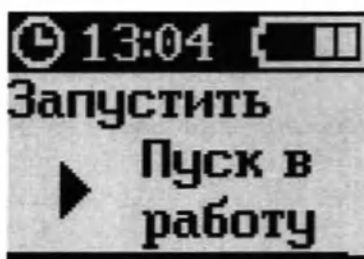

Рисунок 15 – Экран ожидания пуска в работу
2. Нажать кнопку «ОК» для подтверждения «ОСТАНОВ ПОМПЫ» (рисунок 15).